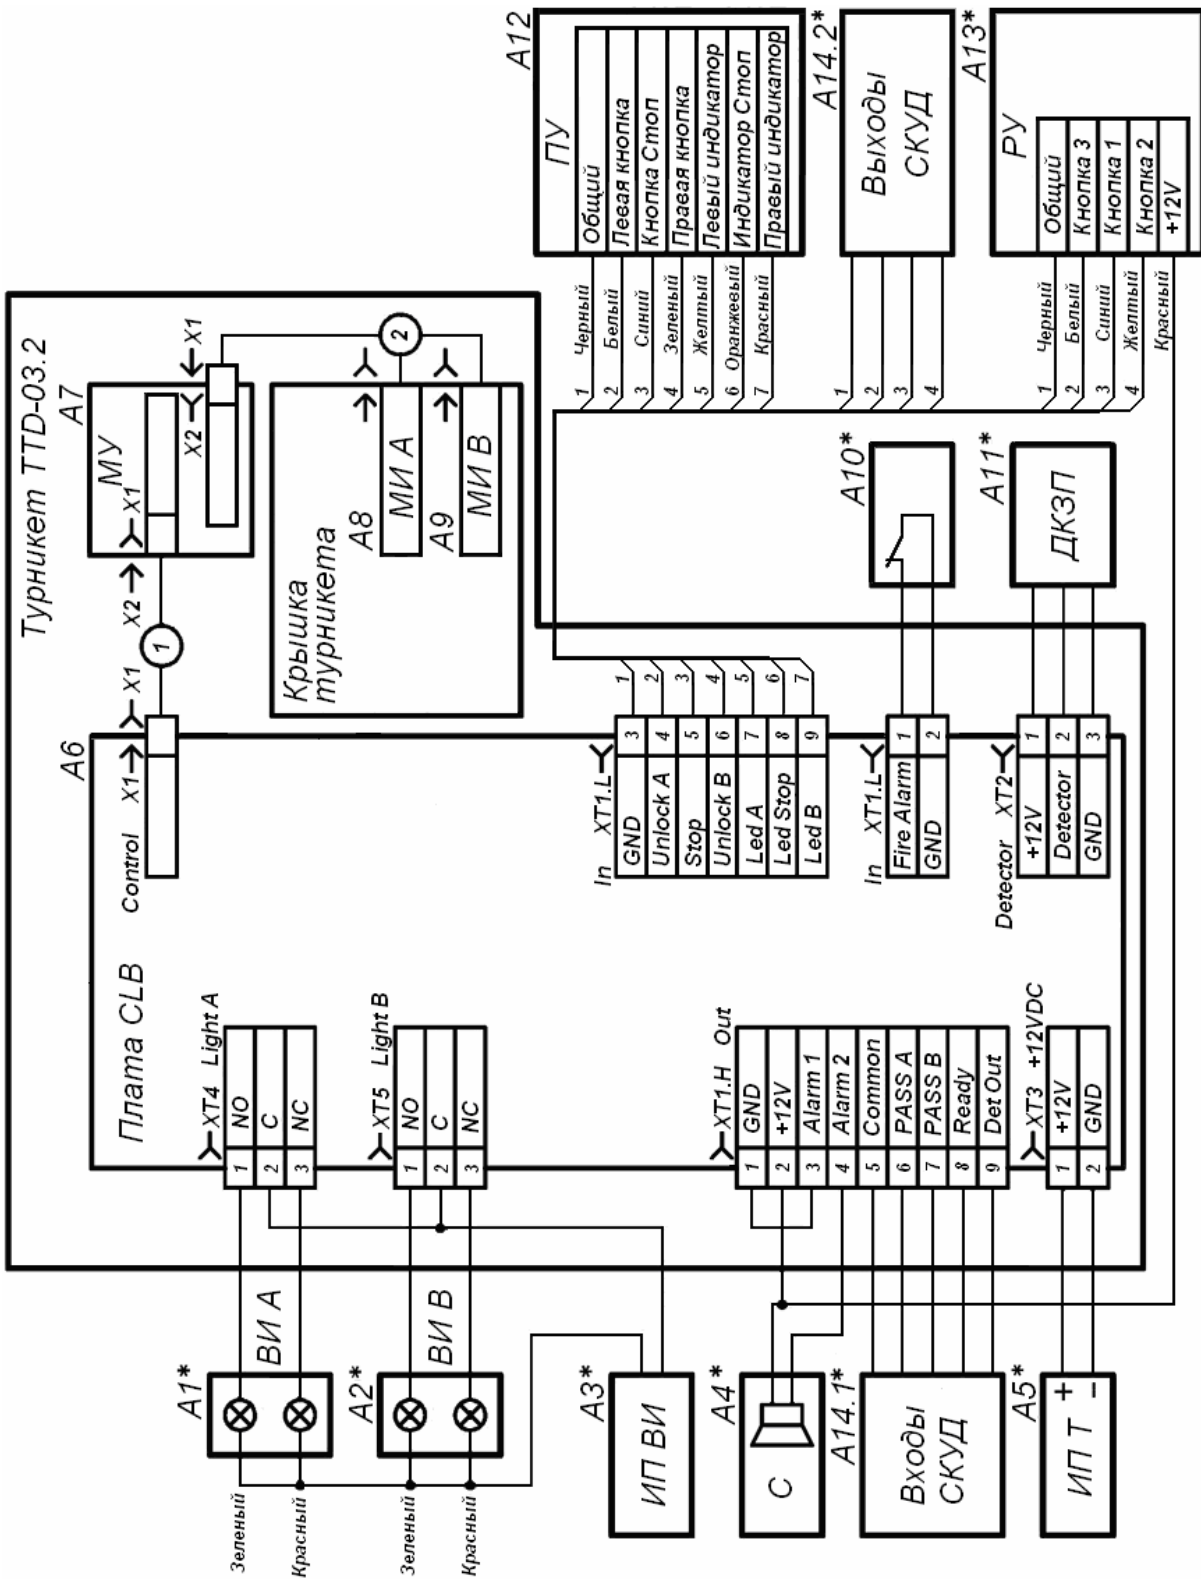

Рисунок 4 Схема электрическая соединений
5.2.3 Пульт управления / устройство радиуправления / контроллер СКУД (12) и источник питания турникета (11) подключаются к плате CLB кабелями (13 и 14) в соответствии со схемой электрической соединений (см. рисунок 4).